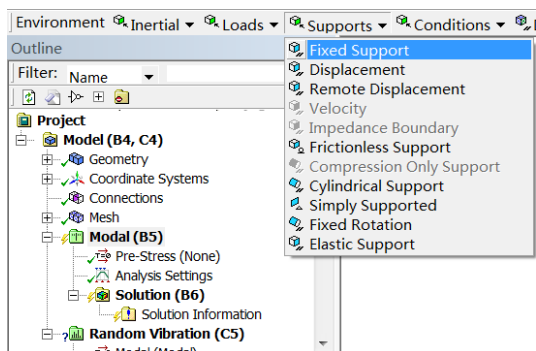

图 14-34 添加固定约束
- 步骤 01** 选中分析树中的“Modal (B5)”项，单击 Environment 工具栏中“Supports”（约束）→“Fixed Support”（固定约束）命令，为模型添加固定约束，如图 14-34 所示。